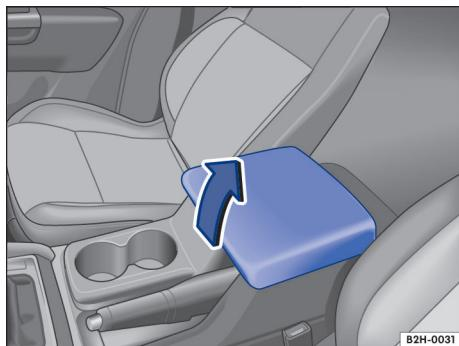

Fig. 118 Porta-objetos no descansa-braço central dianteiro.
- Levantar o descansa-braço totalmente para cima no sentido da seta → Fig. 118.
- Conduzir o descansa-braço para baixo contra o sentido da seta → Fig. 118.